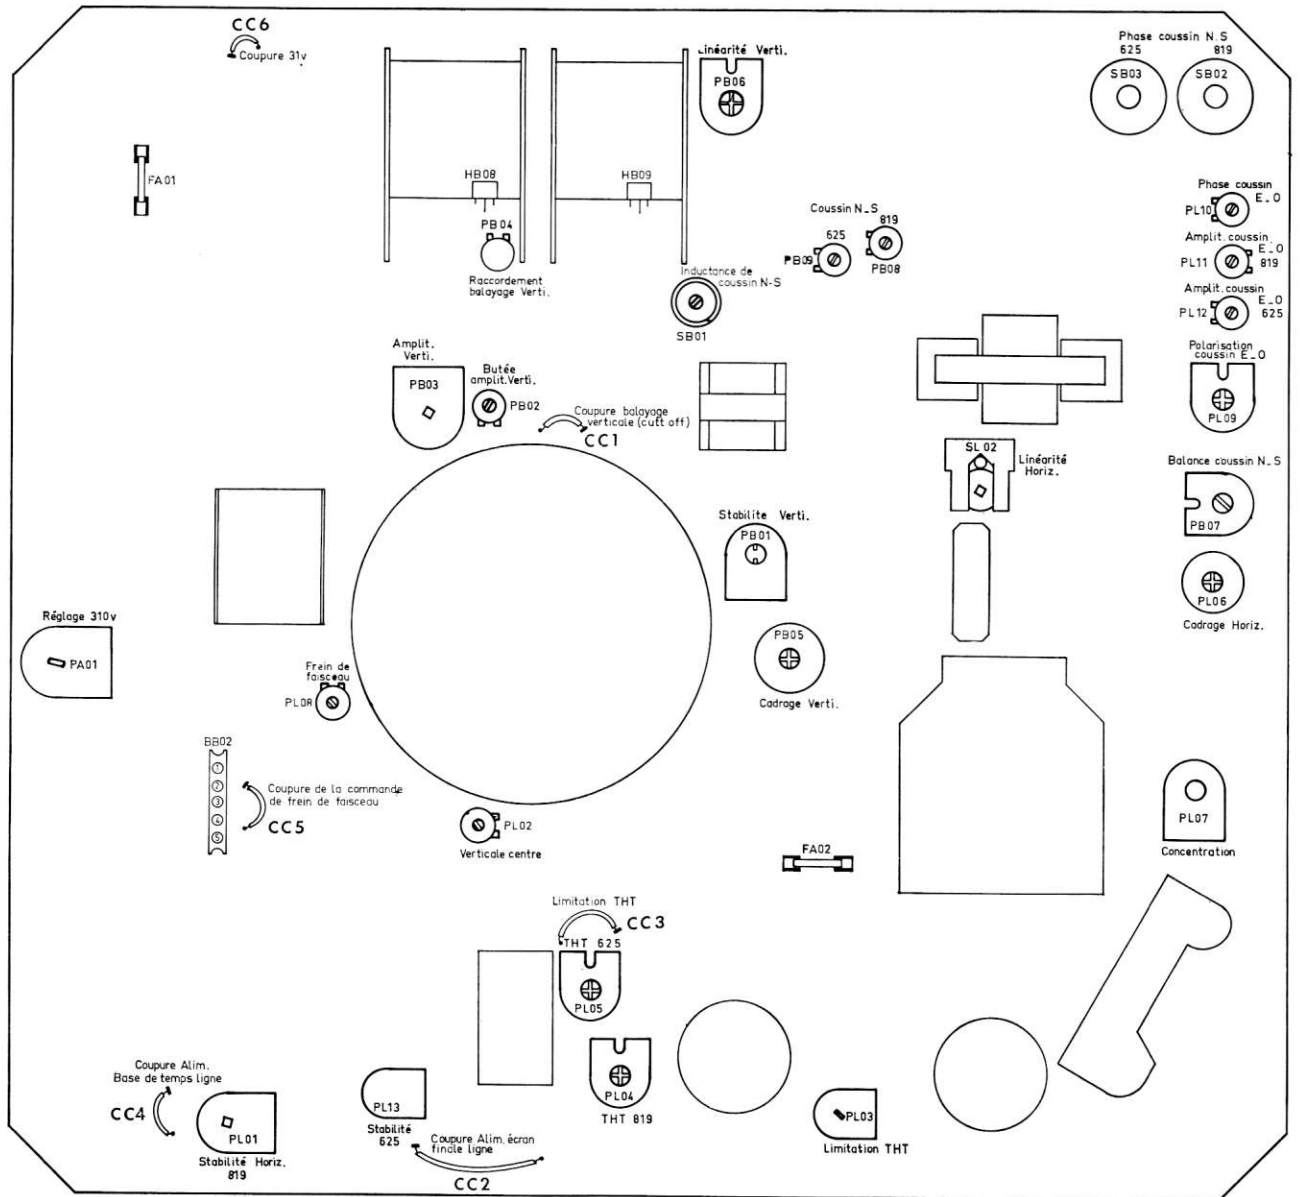

Fig. 16
- Régler simultanément SB 03 (phase) et PB 09 (amplitude) fig. 16, p. 16), pour obtenir des bords supérieurs horizontaux rectilignes.
- Régler simultanément SB 02 (phase) et PB 08 (amplitude) (fig. 16, p. 16), pour obtenir des bords supérieurs et inférieurs horizontaux rectilignes.
Agir sur le potentiomètre PL 07 et éventuellement sur le potentiomètre relief PV 09 (fig. 16, page 16), pour obtenir la meilleure finesse d'image.